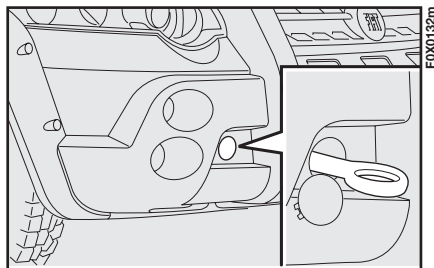

fig. 149
- 2) Togliere il coperchio sul paraurti anteriore fig. 149, facendo leva con un cacciavite in corrispondenza dell'incavo ricavato sul coperchio stesso.